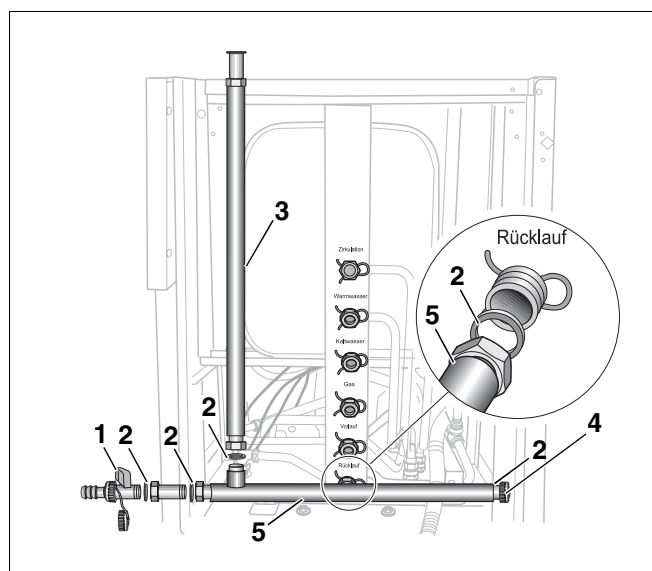

Abb. 10 Anschlussrohr RK montieren und anschließen
- Entleerungshahn (Abb. 10, **Pos. 1**) mit eingelegter Dichtung (Abb. 10, **Pos. 2**) an der linken Seite des Anschlussrohres RK (Abb. 10, **Pos. 5**) anbringen.
- Verschlusskappe G $\frac{3}{4}$ (Abb. 10, **Pos. 4**) mit eingelegter Dichtung (Abb. 10, **Pos. 2**) an der gegenüberliegenden Seite des Anschlussrohres RK (Abb. 10, **Pos. 5**) anschrauben.
- Anschlussrohr Verteiler (Abb. 10, **Pos. 3**) mit eingelegter Dichtung (Abb. 10, **Pos. 2**) an das Anschlussrohr RK montieren.
- Anschlussrohr RK (Abb. 10, **Pos. 5**) mit eingelegter Dichtung (Abb. 10, **Pos. 2**) an den Anschluss „Rücklauf“ des Heizkessels anschließen.